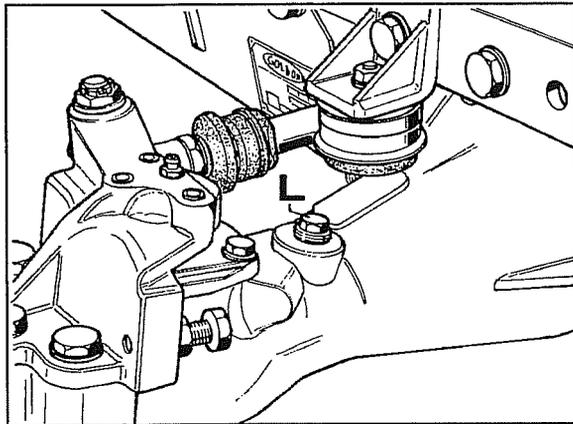
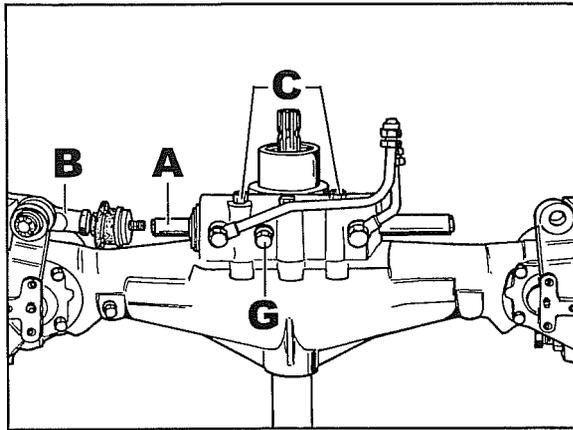

Abb. 68
Abb. 78
Das Vorhandensein einer Leckstelle an den innere Ringen zwischen Zylinder und Gehäuse führt zum Öldurchsickern vom Zylinder in das Differential. Dieses Problem findet man, wenn man am Stopfen **L** Abb. 68 einen Anstieg des Ölstandes feststellen. Wenn das Differential sich ganz füllen sollte, ist das Öl an der Öffnung des Entlüftungsstopfens **G** Abb. 78 abzulassen.
12. Die Achse wie in Abb. 78 gezeigt anordnen, wozu man eine Werkbank oder einen besonderen Träger benutzt.
13. Auf einer Seite der Achse den Schaft A von der Kugelumfassung B Abb. 78 abtrennen, auf der anderen Seite die Kugelumfassung ganz entfernen.
14. Die beiden Muttern C Abb. 78 entfernen, indem man die Stiftschrauben herauszieht, um die Buchsen mit Konussitz, die den Zylinder festhalten, frei zu geben.
- Die Muttern C Abb. 78 zur Befestigung des Zylinders sind mit 4 kgm anzuziehen.